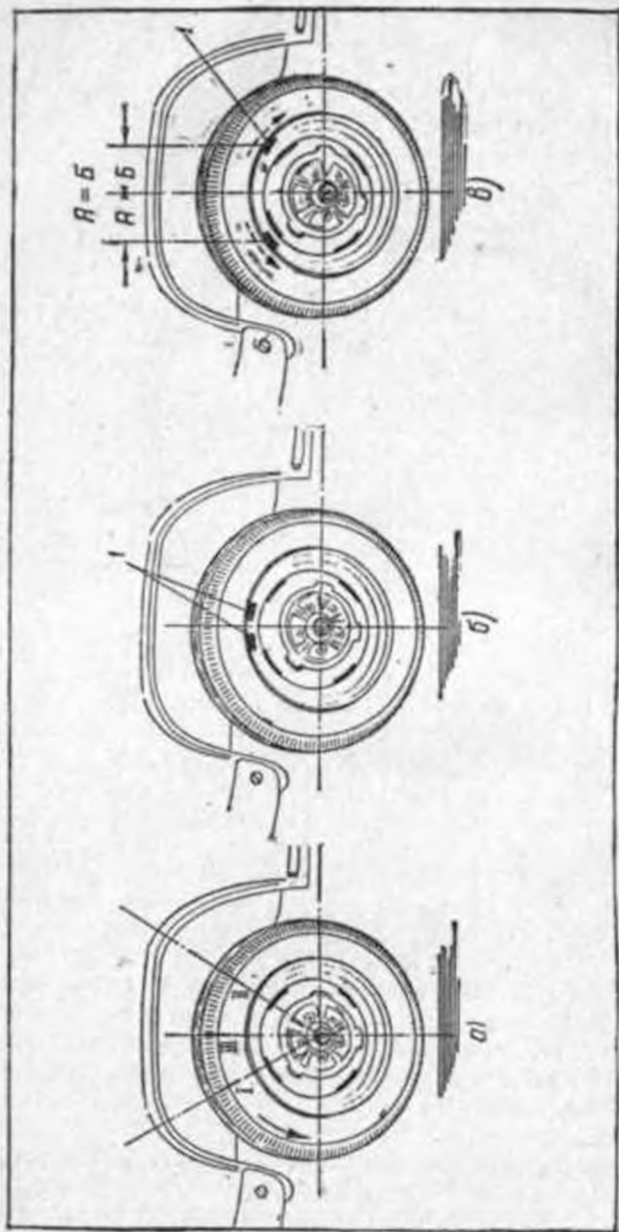

Рис. 31. Способ статической балансировки колеса:
1. Толчком руки приводят колесо в движение так, чтобы оно медленно вращалось влево. Положение, в котором остановится колесо, отмечают меловой чертой I (рис. 31, а), обозначающей самое легкое место колеса при левом вращении.
4. Переносят среднюю метку на внутреннюю сторону колеса. Далее устанавливают на обод колеса по обе стороны от черты III по одному балансировочному грузику I (см. рис. 31, б) весом 30 г каждый (деталь № 402-3101050-А) и приводят колесо во вращение.
5. Балансируют колесо, для чего начинают раздвигать подобранные по весу и установленные на обод грузики I на равные расстояния в обе стороны от начального их положения (см. рис. 31, в), добываясь безразличного равновесия колеса.